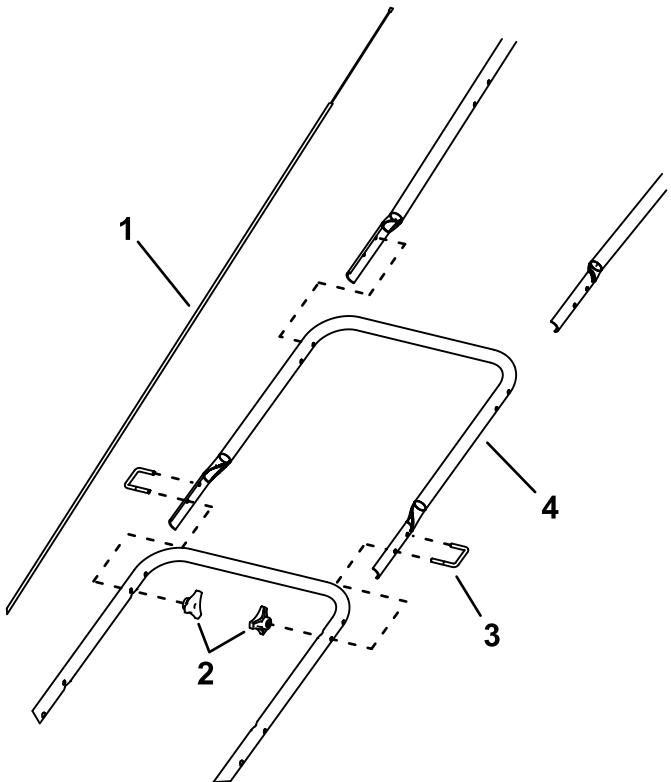

**Figura 3**
- 5. Retire los 2 pomos en estrella, arandelas y pernos en U que sujetan el manillar superior al inferior (Figura 3).
7. Con los 2 pomos en estrella y los 2 pernos en U que retiró en el paso **5**, sujeté el manillar superior a la extensión de manillar (**Figura 3**).